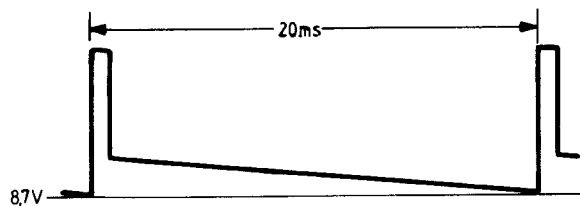
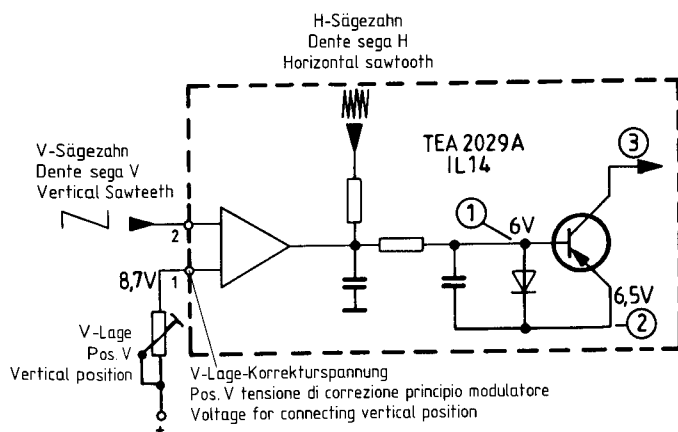

Fig. 19
Fig. 21
- Vertikalsägezahn (Fig. 19),
- Vertikallagekorrekturspannung an Pin 1 IL 14 (Fig. 21).
Fig. 21 zeigt die Prinzipdarstellung des IC-internen Differenzverstärkers und Modulators. Den Fig. 19 und 20 sind die dazugehörigen Signale zu entnehmen. Dem Differenzverstärker wird an Pin 1 die V-Lage-Korrekturspannung und an Pin 2 der Vertikal-Sägezahn zugeführt. Am Ausgang des Differenzverstärkers liegt nun der Vertikal-Sägezahn, dessen unterlegte DC-Spannung mit dem V-Lagepotentiometer einstellbar ist. Dem Vertikalsägezahn überlagert ist eine IC-intern zugeführte horizontalfrequente Sägezahnspannung. Diese steuert den Schalttransistor (Fig. 22).
Dalle fig. 19 e 20 si possono dedurre i rispettivi segnali. All'amplificatore differenza viene collegata al Pin 1 la tensione per la correzione della posizione verticale, mentre al Pin 2 il dente di sega verticale.
A schematic representation of the IC-internal differential amplifier and modulator is shown in figure 21. The associated signals are illustrated in figures 19 and 20. The vertical-position correcting voltage is fed to pin 1 of the differential amplifier, and the vertical sawtooth to pin 2. The vertical sawtooth is now present at the output of the differential amplifier; its underlying direct voltage can be adjusted by means of the vertical position potentiometer. A sawtooth voltage supplied at the horizontal frequency within the IC is superimposed on the vertical sawtooth. It controls the switching transistor (figure 22).